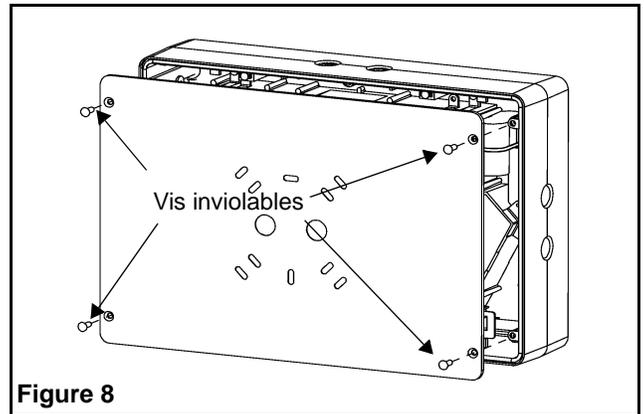

Figure 8
2. Dévisser les vis inviolables retenant la plaque arrière et séparer la plaque arrière du cadre (utiliser l'embout de tournevis fourni pour enlever les vis inviolables)(voir figure 8)